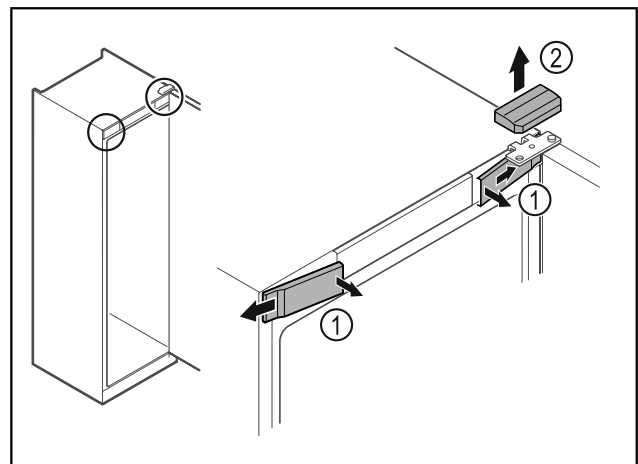

Fig. 6 *
- Décrocher les caches avant Fig. 6 (1) du côté intérieur et les retirer vers l'extérieur.*
- Retirer le cache supérieur Fig. 6 (2) vers le haut.*